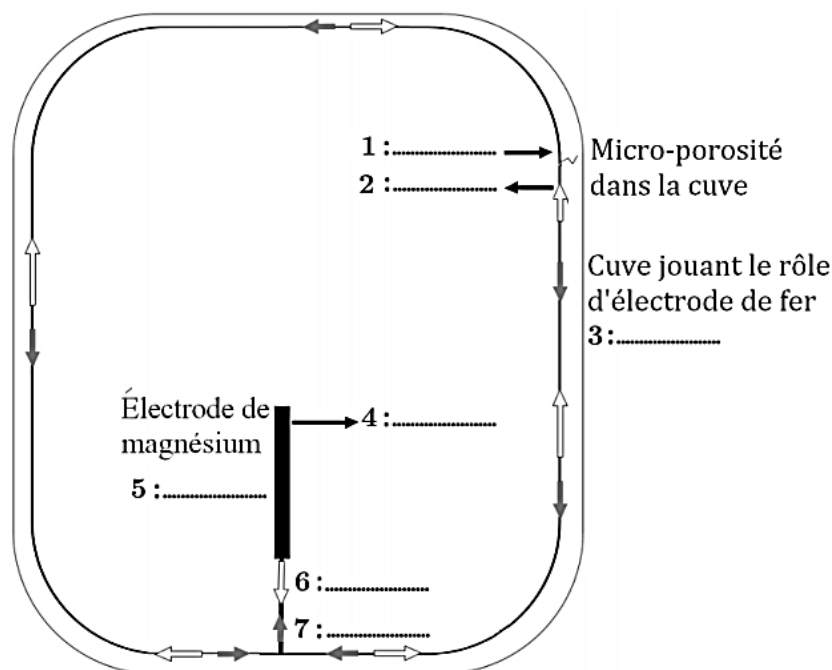

Figure 11 - Évolution de la résistance thermique équivalente en fonction de l'épaisseur de tartre pour une longueur arbitraire du thermoplongeur  $L = 50$  cm
Ce phénomène est analogue à une pile en court-circuit, dont un schéma est fourni sur la figure 11.
- Q69. Associer, à chaque numéro de 1 à 7 de la figure 11, le terme manquant sur les lignes en pointillés, en choisissant parmi les termes suivants : *anode*, *cathode*, *sens des électrons*, *sens du courant électrique*,  $Mg^{2+}$ ,  $O_{2(d)}$  et  $HO^-$ .